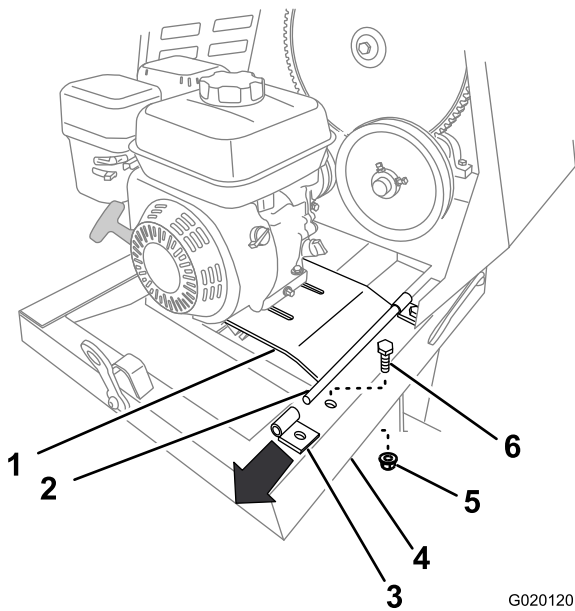

Figura 51
6. Retire el perno y la tuerca que fijan el soporte trasero de la bisagra de la chapa del motor al bastidor de la máquina (Figura 51).
6. Sujete el soporte trasero al bastidor de la máquina usando el perno y la tuerca (Figura 51) que retiró en el paso 6 de Cómo retirar el motor (página 34).
7. Tire hacia arriba del borde trasero de la chapa del motor y retire el soporte de la bisagra (Figura 51).